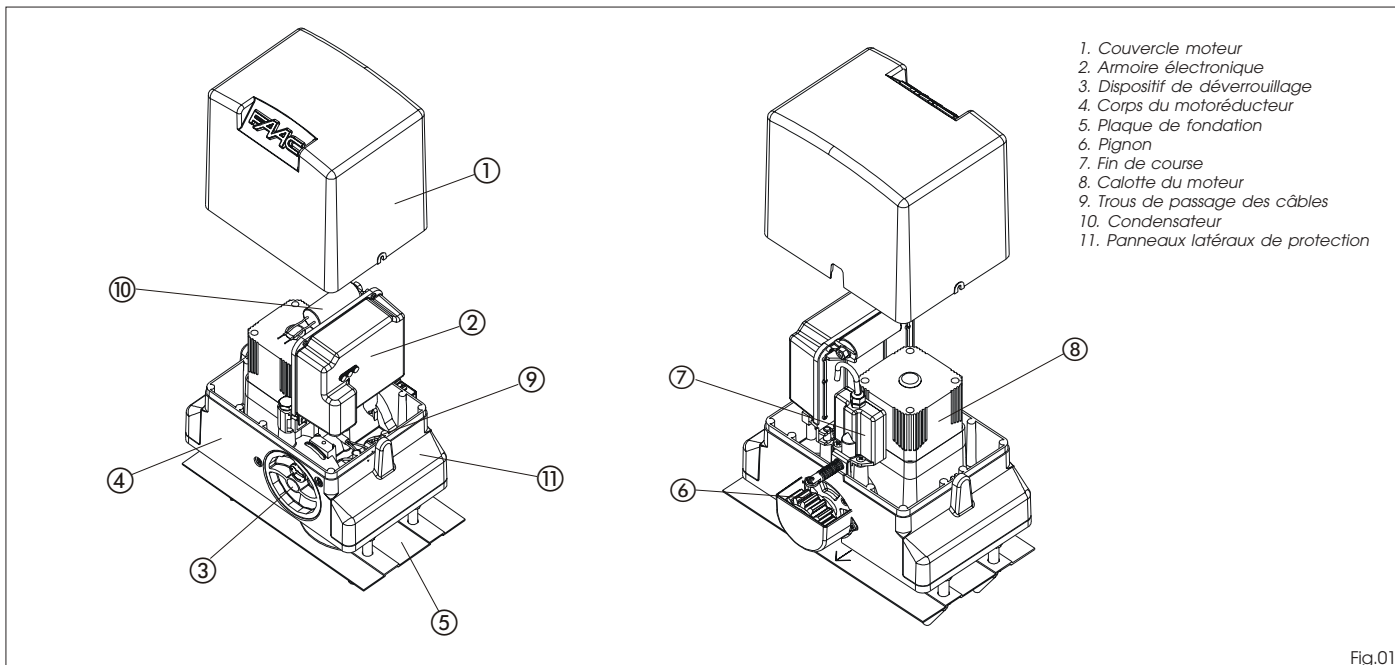
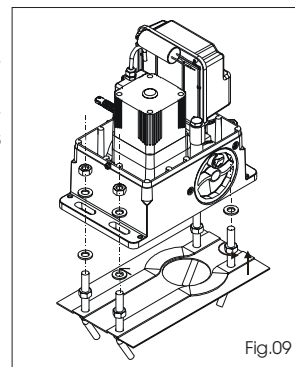

Fig.01
Fig.09
- 2- Placer l'opérateur sur la plaque de fondation en utilisant les rondelles et les écrous fournis d'après la Fig. 09. Durant cette opération faire passer les câbles à travers les ouvertures spécifiques réalisées dans le corps du moteur (Voir Fig. 01 réf. 9). Si nécessaire, il est possible, en utilisant un marteau, d'unir les deux trous en obtenant un passage plus large.